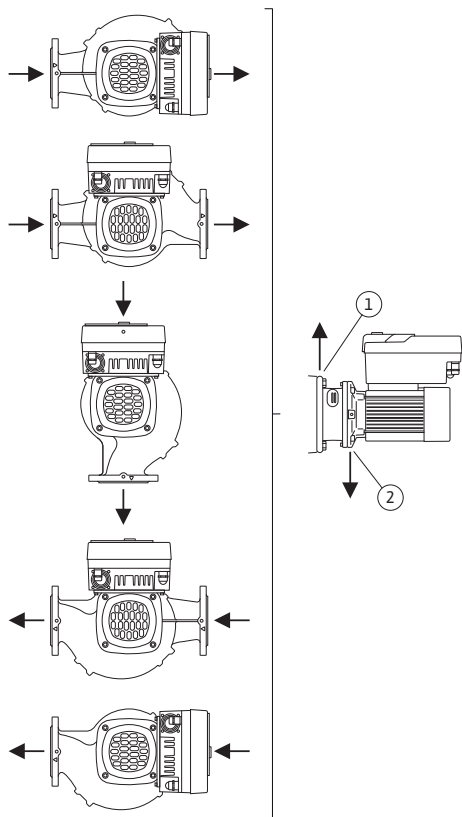

Fig. 10: Toegestane inbouwposities met horizontale motoras
De toegestane inbouwposities met horizontale motoras en elektronicamodule naar boven gericht ( $0^\circ$ ) zijn in Fig. 10 weergegeven.
De ontluchting van de pomp is optimaal gewaarborgd als het ontluchtingsventiel omhoog wijst (Fig. 10, pos. 1).
In deze positie ( $0^\circ$ ) kan het condensaat gericht worden afgevoerd via aanwezige boorgaten, het pomplantaarstuk en de motor (Fig. 10, pos. 2).
De toegestane inbouwposities met verticale motoras zijn in Fig. 10 weergegeven.